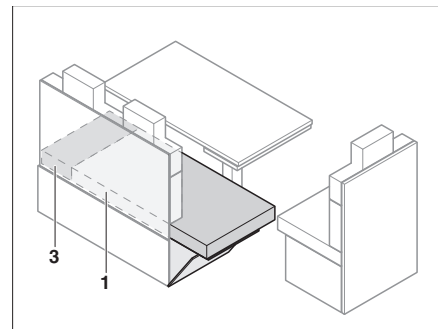

Bild 115 Nach dem Vergrößern
- Sitzpolster (Bild 115,1) auf die Sitzbankverlängerung ziehen.
- Zusatzpolster (Bild 115,3) zwischen die Sitzpolster (Bild 115,1) und die Außenwand legen.